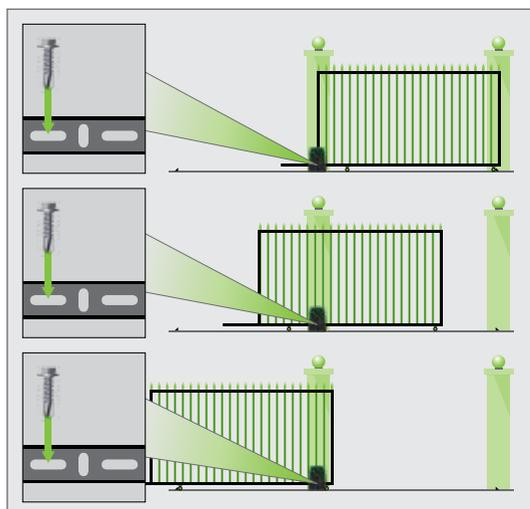

FIGURA 62
**Coloque un tornillo adicional a través de las ranuras horizontales para asegurar la cremallera a la puerta directamente encima del piñón cuando la puerta esté en la posición cerrada, peatonal, y abierta, como se muestra en la Figura 62.**